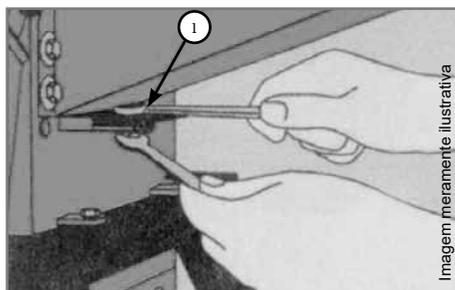

Figura 18
A regulagem é feita soltando-se a porca sextavada (1) conforme a figura 18 e deslocando-se a contrafaca até que as facas passem a uma distância de aproximadamente 2,0 mm da contrafaca para